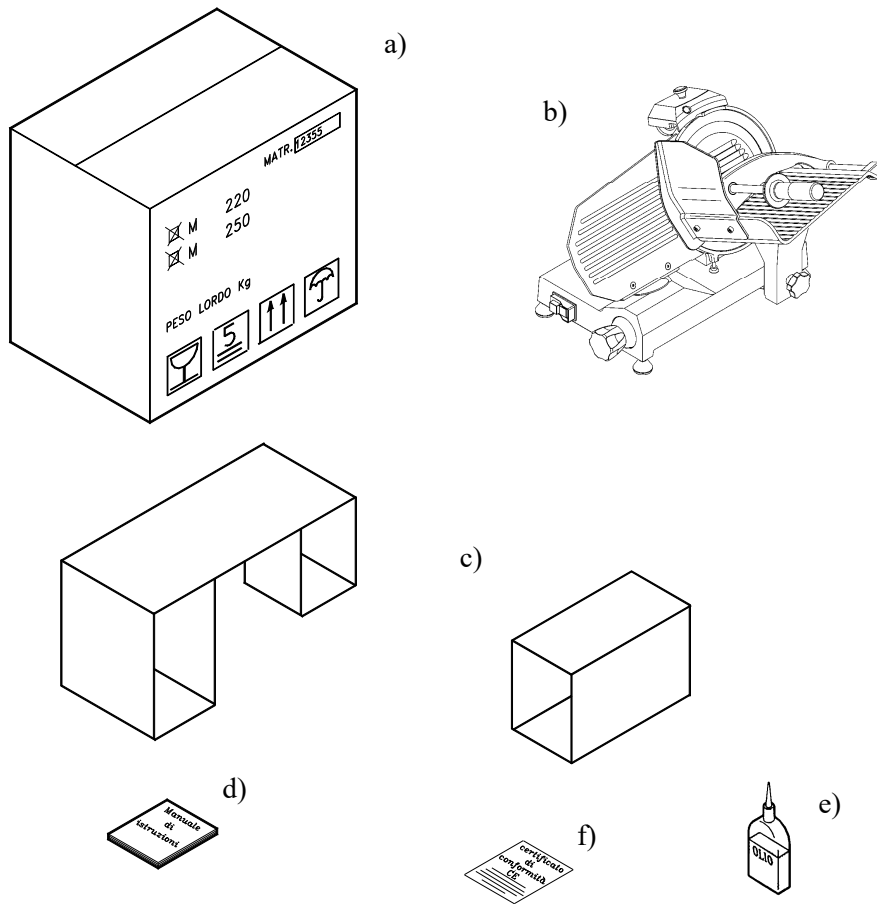

Abb. Nr.3 - Beschreibung der Verpackung
3.1 - SENDUNG DER MASCHINE (siehe Abb. Nr.3)
Das angelieferte Frachtstück kann, falls es keine äußeren Schäden aufweist, geöffnet werden. Man sollte sich dabei vergewissern, daß kein Material fehlt (siehe Abb. Nr.3). Sollte das Frachtstück bei der Übergabe Transportschäden verschiedener Art aufweisen, muß der Frachtführer unbedingt darüber informiert werden. Innerhalb von 3 Tagen nach dem Lieferungsdatum, das den Unterlagen entnommen werden kann, ist ein genauer Bericht über die eventuellen von der Maschine erlittenen Schäden zu verfassen. **Die Verpackung nicht umkippen!!** Sicherstellen, dass das Frachtstück beim Transport an den 4 vorgesehenen Punkten fest angefasst wird (parallel zum Boden halten).